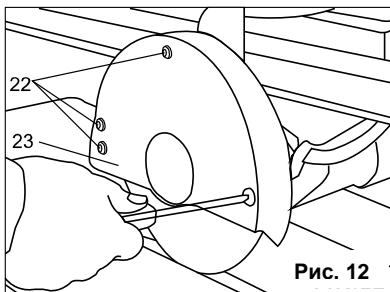

Рис. 12
- Снять крышку кожуха режущего диска (23, Рис.12), ослабив три винта (22, Рис.12)